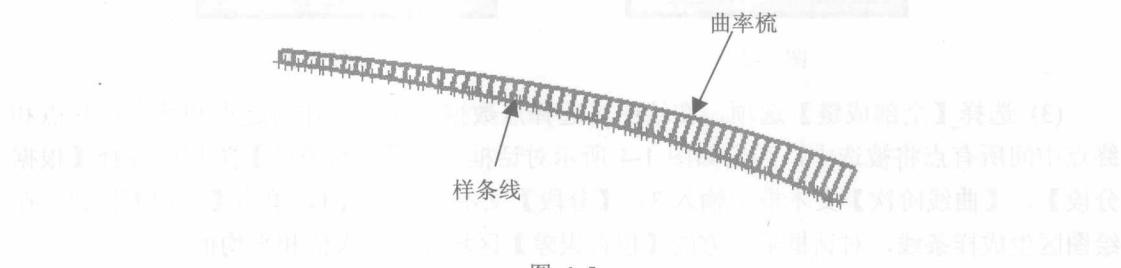

图 1-5
(4) 生成的样条线不仅要满足过点的要求，还要满足光顺性要求，所以还需要对生成的样条线的光顺性进行分析。选择【分析】|【曲线】|【曲率梳】命令，或单击【形状分析】工具条中的【曲率梳】图标，选择生成的样条线，即会显示该样条线的曲率梳(如图 1-5 所示)，通过曲率梳可以知道该样条线的光顺性。再次单击【曲率梳】图标即可关闭曲率梳。(通过曲率梳判别样条线的光顺性请参考后面的内容)
(1) 选择生成的样条线，单击【形状分析】工具条中的【曲率梳】图标，即可显示样条线的曲率梳，参见图 1-5 所示，曲率梳在调整时会动态变化，在调整时通过曲率梳知道样条线的光顺性变化情况。